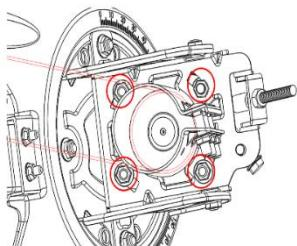

Рисунок 4. Четыре гайки крепления механизма установки азимутального угла
1. Убедитесь, что шкала точной настройки, показана на фотографии, установлена на ноль. Если нет, отпустите четыре азимутальных гайки (см. рисунок 4) и отрегулируйте с помощью азимутального винта, находящегося рядом со шкалой;